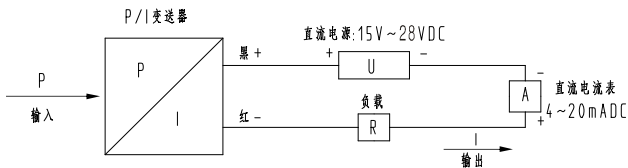

图 11
6.3.1 二线制, 4mA~20mA DC 输出的变送器电气连接方法见图 11。